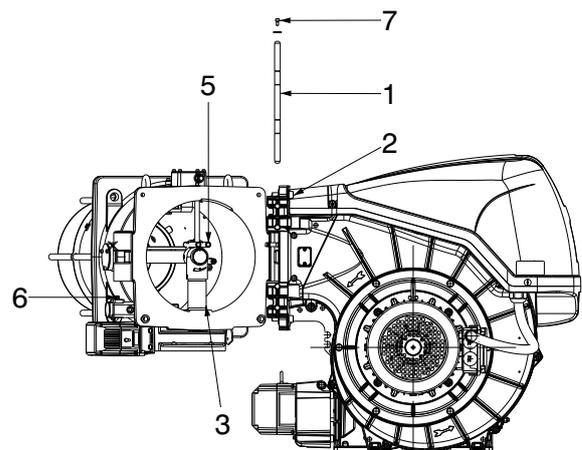

Abb. 15
Der Brenner wird werksseitig für die Öffnung nach links ausgelegt, sodass der Bolzen 1)(Abb. 15) in seinem Sitz gehalten wird.
- A den die Verbindung Stecker/Anschlussbuchse 6)(Abb. 15) des Gas-Höchstdruckwächters trennen;
- D den Brenner, gemäß Abb. 15 vollständig öffnen;
Um den Brenner auf der anderen Seite zu öffnen, vor dem Entfernen des Bolzens 1) (Abb. 15) überprüfen, dass die 4 Schrauben 2) festgezogen sind.